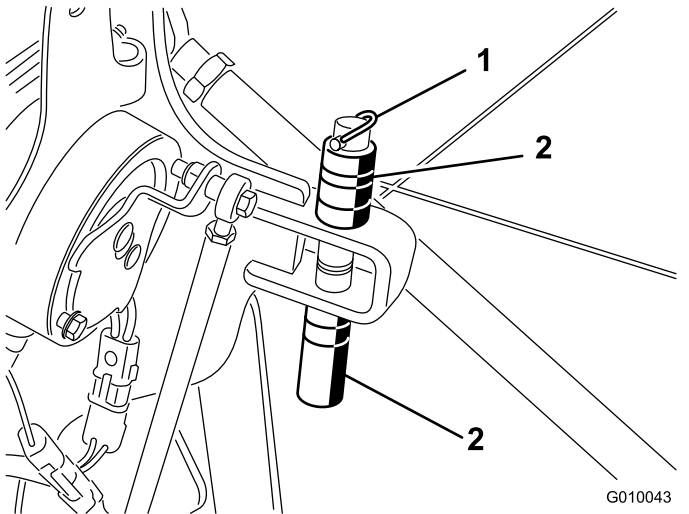

Bild 20
- Entfernen Sie den Klappstecker, mit dem die Distanzstücke und die Tiefenstifte befestigt sind (**Bild 20**).